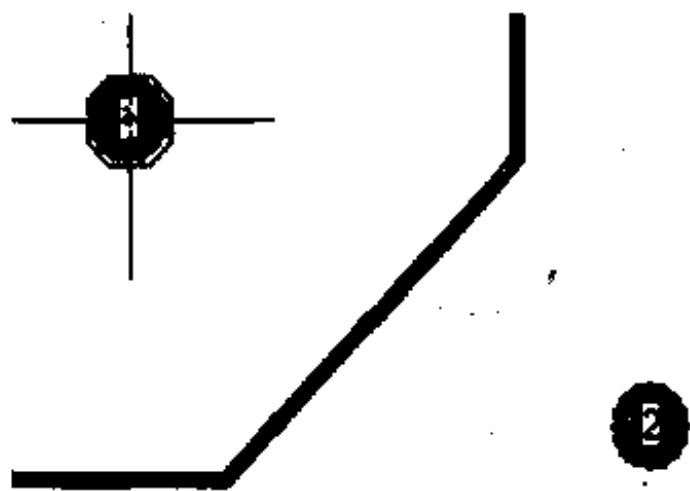

图 5-64 光标和焊点中心重合
1) 首先从顶层开始布线。启动布线命令, 使系统进入布线状态。移动光标到 1 号焊点上, 此时焊点上会出现一个八角形, 表示光标和焊点中心重合, 如图 5-64 所示。